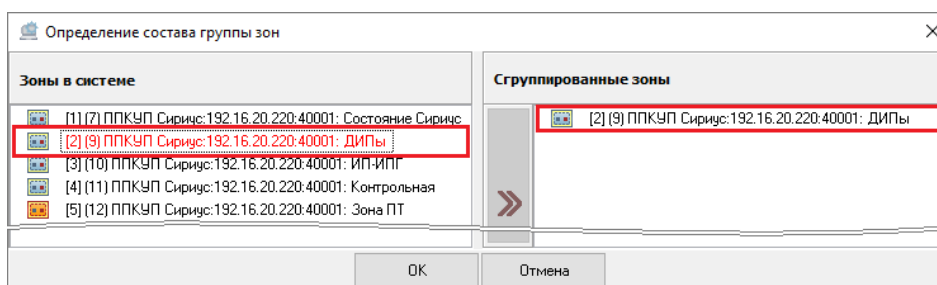

Рисунок 6-282 Выбранная аппаратная зона
В поле **«Зоны в системе»** отображаются все аппаратные зоны, которыми может управлять устройство ПКУ, для аппаратной группы зон которого определяется состав, в том числе и аппаратные зоны межпанельной сети (см. п. 6.3.1.2.9.5), если настраиваемая аппаратная группа зон принадлежит соответствующему ППКУП «Сириус». При этом для аппаратных зон, выбранных в качестве составляющих настраиваемой аппаратной группы зон, применяется маркировка **красным шрифтом** (см. Рисунок 6-282).
- дважды щелкните левой клавишей мыши по аппаратной зоне в поле «Зоны в системе». Аппаратная зона будет добавлена в поле «Сгруппированные зоны» (см. Рисунок 6-282);